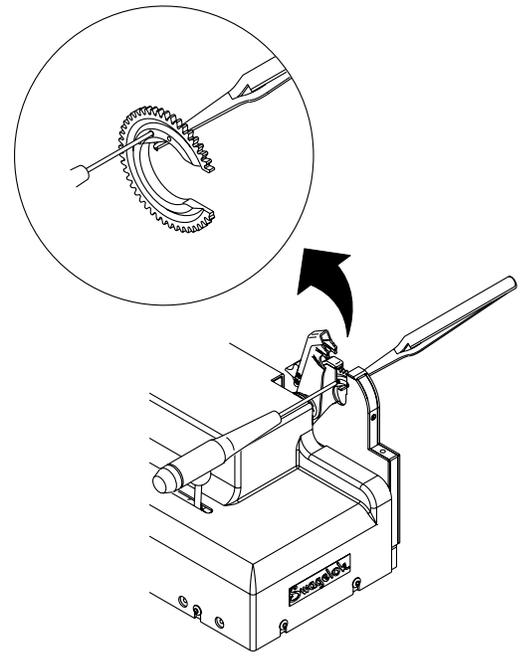

図 16：電極の止めネジを緩める
6. 六角ドライバーを使用して電極の止めネジを緩めます。図 16 をご参照ください。
8. ピンセットを使用して、未使用の電極を取り付けます。電極をセラミック製絶縁体に差し込み、ローター内に十分に挿入します。電極の鋭利な先端が外側を指していることを確認します。図 16 をご参照ください。